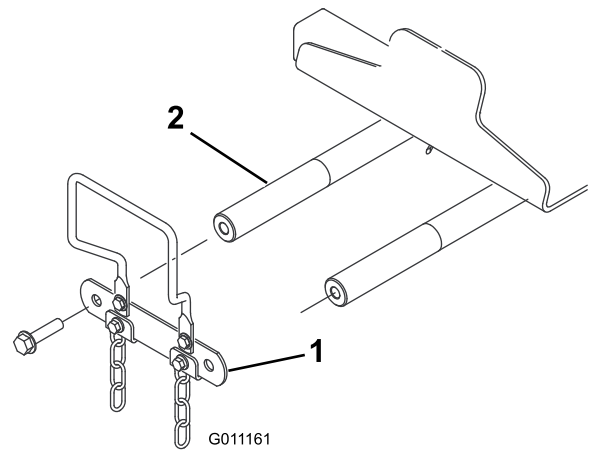

図 13
- 昇降アームのピボットシャフト・リンクとピボットシャフトを分離 (キャップスクリュー 2 個を外す) し、とりはずしたリンクとキャップスクリューは保管する (図 13)。